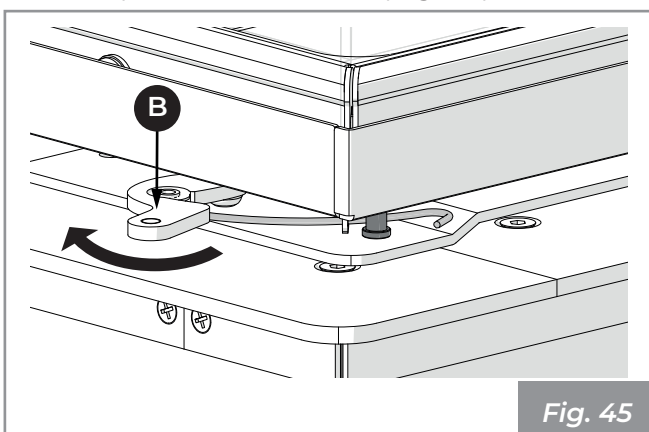

Fig. 45
- 5) Spingere con la mano la leva (B) e riportarla nella posizione di blocco (Fig. 45).